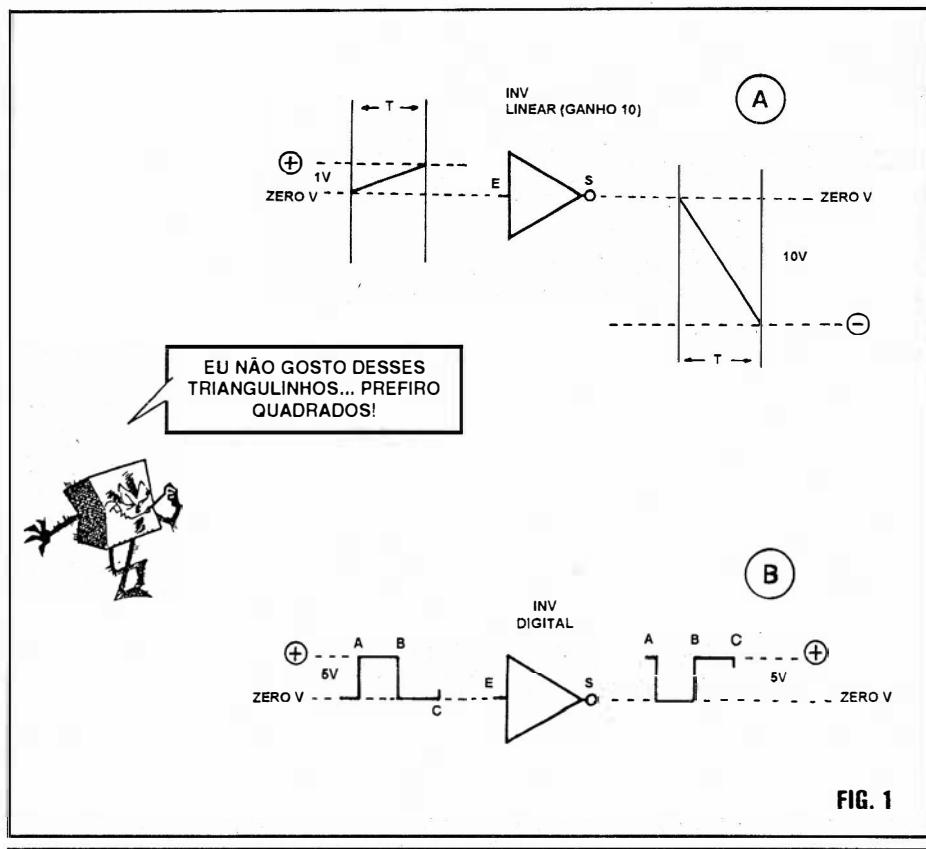

FIG. 1
- FIG. 1 - UMA COMPARAÇÃO (SUMÁRIA ...) ENTRE OS “LINEARES” E OS “DIGITAIS” ... -